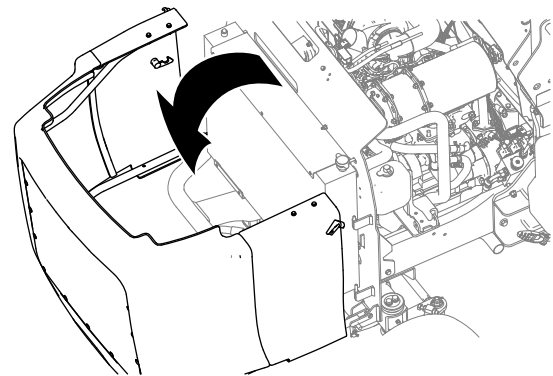

Figure 66
5. Déverrouillez et soulevez le capot (Figure 66).